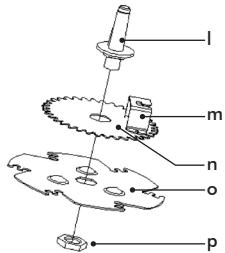

Fig. 2
-Introduzca el asa de metal (d) en su emplazamiento (m) del sistema de engranajes (ver Fig. 2, página 3). Gire hacia la derecha el tornillo (e) para fijar ambas partes. Para desenroscarlo, gírello hacia la izquierda.